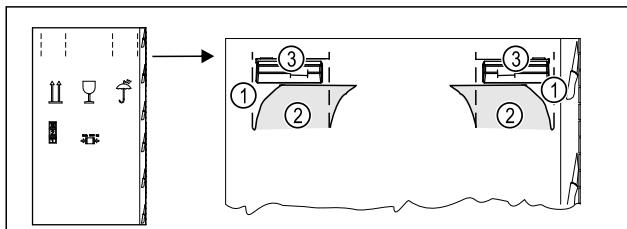

Fig. 4
- Introduire le carton d'emballage en haut au niveau de la perforation Fig. 4 (1).
- Retirer les languettes enfoncées Fig. 4 (2).
- La poignée de transport Fig. 4 (3) à droite et à gauche est visible.
- Tenir l'appareil au niveau des poignées de transport Fig. 4 (3).